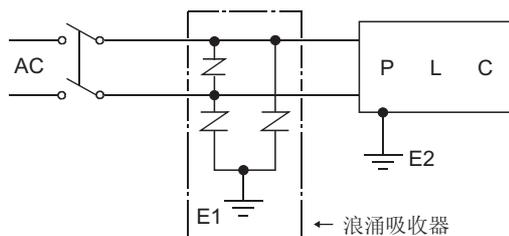

图 10.39 浪涌吸收器的连接
- 有时会发生电源浪涌导致的检测出瞬时掉电、CPU 模块被复位的现象。对于由闪电引起的电源浪涌，按照下图 10.39 所示，连接一个浪涌吸收部。通过使用浪涌吸收器可以减少闪电的影响。